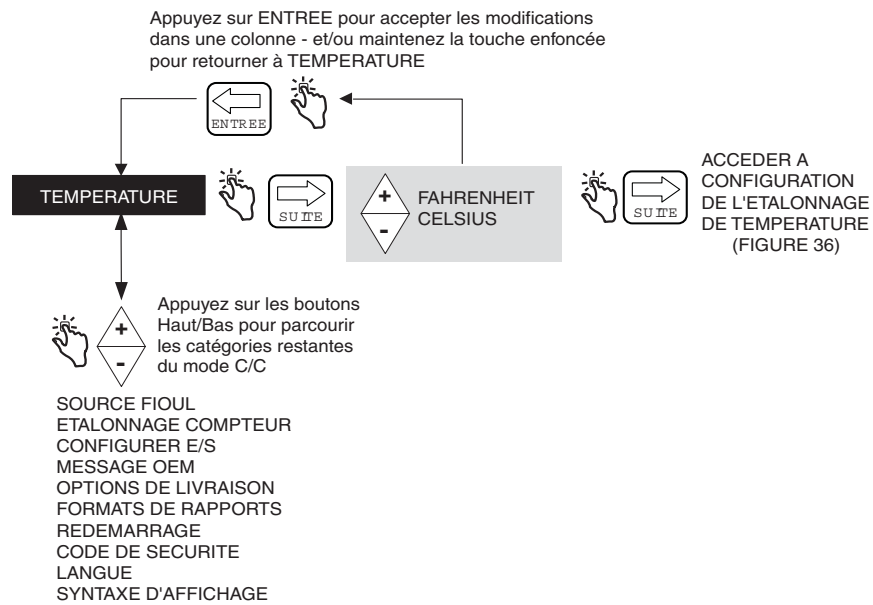

Figure 35. Configuration de température
La Figure 35 illustre la configuration de la sonde de température en mode C&C.
1. Réglez le mode de température sur Celsius ou Fahrenheit, comme illustré à la Figure 35, Configuration de température.